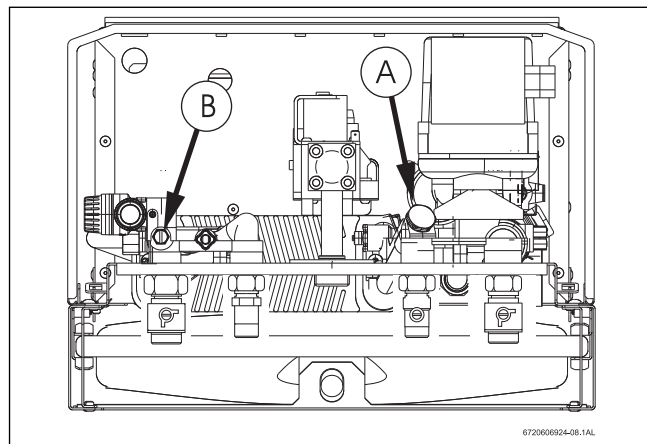

Fig. 56
- ▶ Aflojar el tapón (Fig. 56 , Pos. A).
- ▶ Desenroscar el tornillo de desagüe (Fig. 56 , Pos. B).